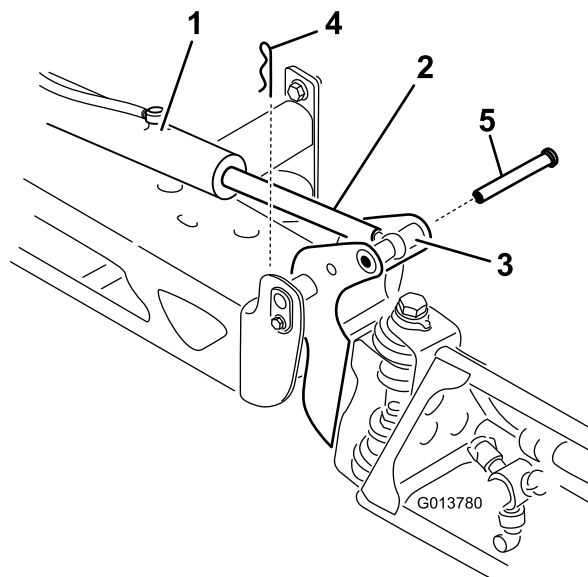

图 118
2. 从枢轴销图 118 上拆下开口销。
3. 向上提起喷洒臂拆下柱销图 118 然后将喷洒臂慢慢放到地面上。
9. 支撑住喷洒臂将柱销插入喷洒臂枢轴和杆端图 118。